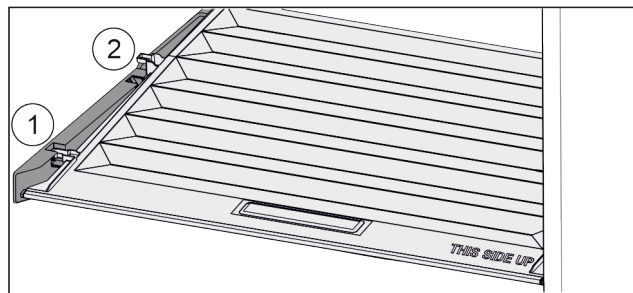

Fig. 31
- ▶ Vytáhněte víko dopředu až k otvoru v přídržných dílech Fig. 31 (1).
- ▶ Vzadu zespolu nadzvedněte a vyjměte směrem nahoru Fig. 31 (2).